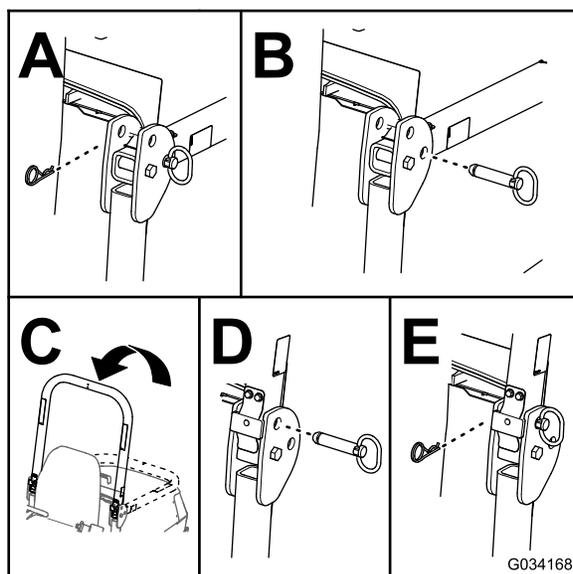

Рисунок 34
2. Извлеките шплинты и штифты из защитной дуги (Рисунок 34).
3. Поднимите защитную дугу и зафиксируйте ее на месте штифтами и шплинтами (Рисунок 34).